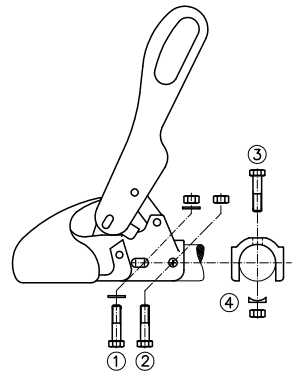

Bild 3:
Die Zugkugelkupplungen WS 3000-H/L/LB sind spezielle Ausführungen für Auflaufbremsen und werden mit Kreuzverschraubung (1)+(3) und dem Lochabstand **40 mm** montiert. (Bild 3) Das Befestigungsmaterial gehört nicht zum Lieferumfang.
2.2 Wird die Zugkugelpkupplung WS 3000/3500 als Ersatz für einen anderen Kupplungstyp eingesetzt, so ist bei Aufbaueinrichtungen darauf zu achten, daß der Stoßdämpfer wieder vorschriftsmäßig montiert und evtl. im Zugrohr vorhandene Distanzrohre korrekt aufgefädelt werden. Als Hilfsmittel bei der WS 3000-D bitte die mitgelieferten Bolzen Ø 12x34 mm oder Ø 12x49 mm je nach Deichseldurchmesser verwenden. Bei der WS 3500-D Ø 14x63 mm. Bolzen als Durchschlag bei der Demontage der Befestigungsschraube (2) oder (3) (Bild 3) je nach Befestigungsart des Stoßdämpfers verwenden und während der Montage/ Demontage der Zugkugelpkupplung zur Zentrierung des Stoßdämpfers im Zugrohr stecken lassen. Beim Durchstecken der neuen Befestigungsschraube, Bolzen wieder entfernen.